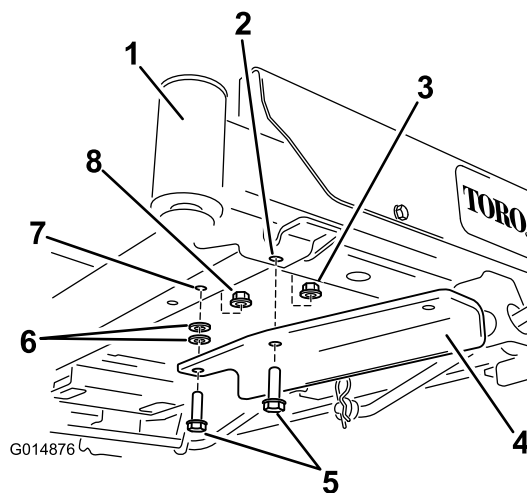

Figura 6
- Máquinas sin pedal de elevación asistida: sujete el soporte usando dos pernos (3/8 x 1-1/4 pulgadas), dos arandelas y dos contratuercas (3/8 pulgada) (Figura 6). Utilice una contratuerca de las piezas sueltas y otra de las retiradas anteriormente.